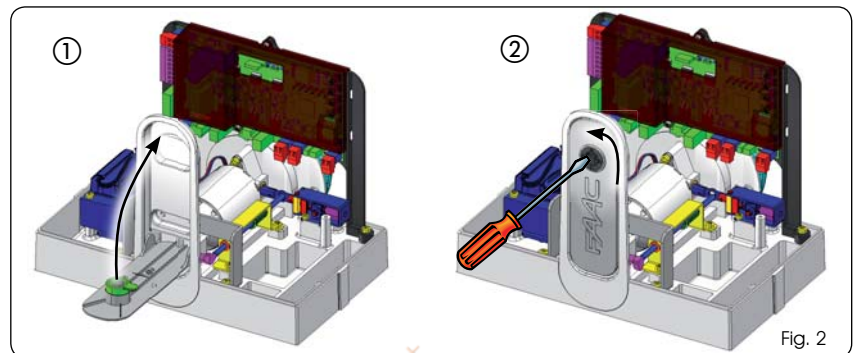

Fig. 2
1. Lever totalement le levier de déverrouillage jusqu'à l'arrêt mécanique, Fig. 2 réf. ①.
2. Tourner le déverrouillage dans le sens anti-horaire d'après la Fig. 2 réf. ②.